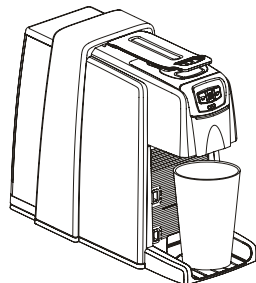

Fig. 6
- Posizionare un contenitore capiente (almeno 150ml) sotto all'erogatore, rimuovendo, se necessario, la vasca raccogli gocce (Fig.6).